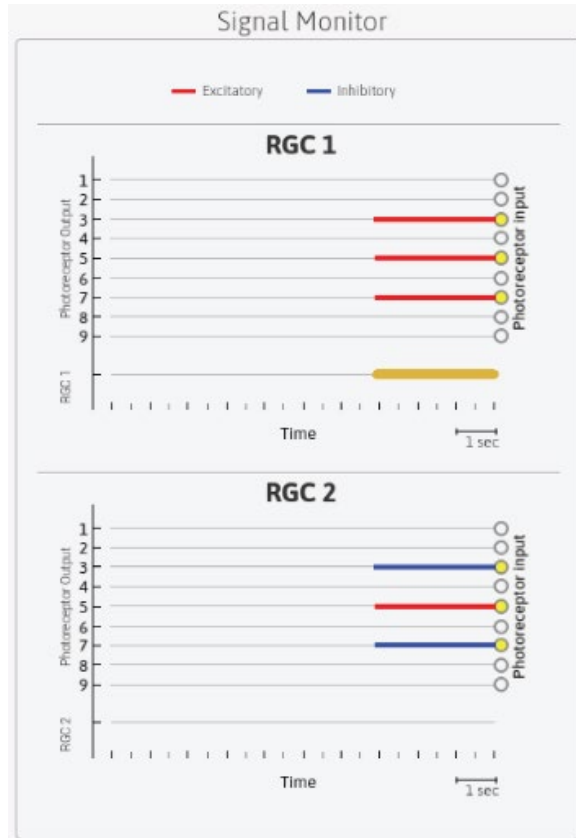

图 40：信号监视器
f. 信号监测器（Signal Monitor；参见图 40）